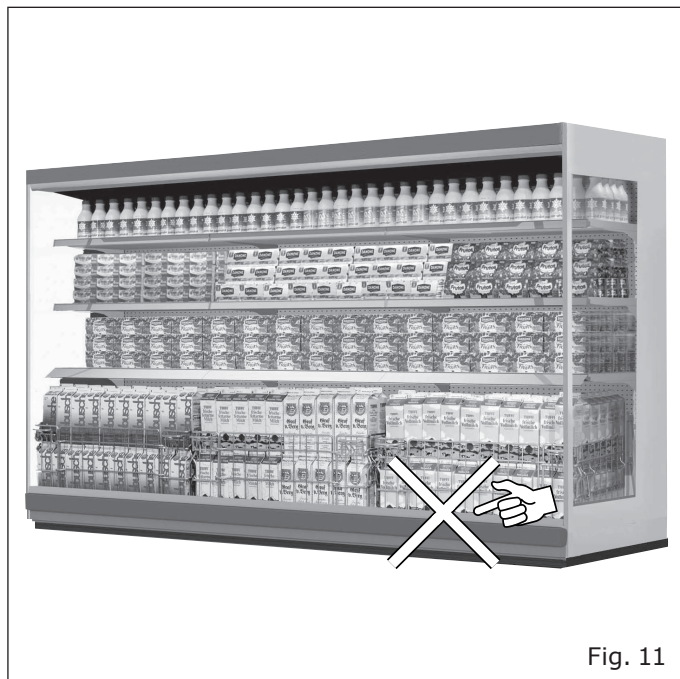

Fig. 11
- A mercadoria não obstrua o correto fluxo do ar refrigerado ("Fig. 11")